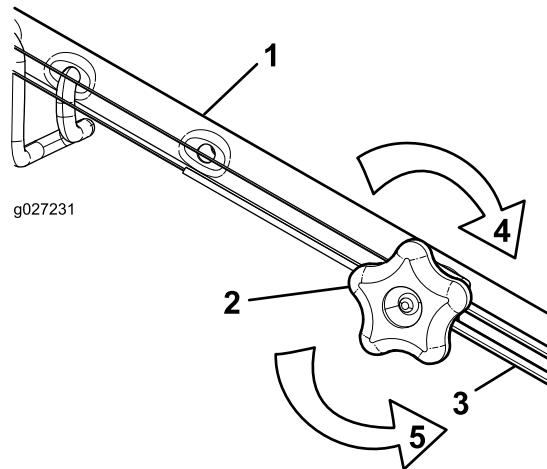

図 30
1. 調整ねじを左に回してケーブルの調整をゆるめる図 30。
2. ケーブル図 30を押し引きして適当な位置に調整できたら、その位置に保持する。